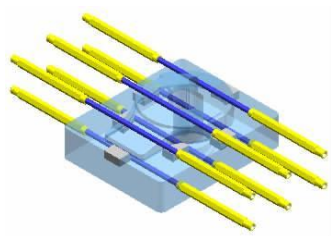

图7-116
6. 选择所有冷却装置, 在【装配】工具条中单击【镜像装配】按钮, 弹出【镜像装配向导】对话框。单击【创建基准平面】和【XC-YC】按钮, 在【偏置】输入框中输入“7.5”, 单击 **确定** 按钮和 2 次 **下一步** 按钮镜像水嘴, 然后单击 **完成** 按钮创建镜像特征, 如图 7-116 所示。